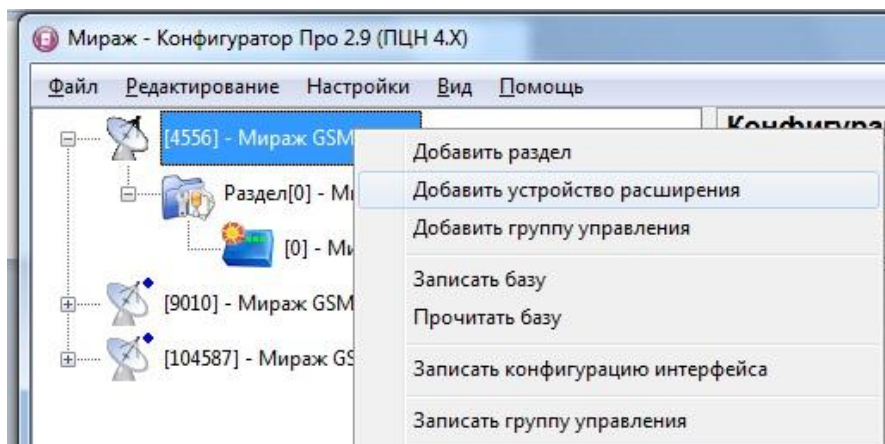

Рис.6 Добавление устройства расширения
2.3.3.4 Для интеграции с РРОП «Стрелец», необходимо добавить устройство расширения Модуль «Стрелец». Для этого щелкнуть правой кнопкой мыши по устройству и в выпадающем меню выбрать пункт *Добавить устройство расширения* (см. рисунок 6).